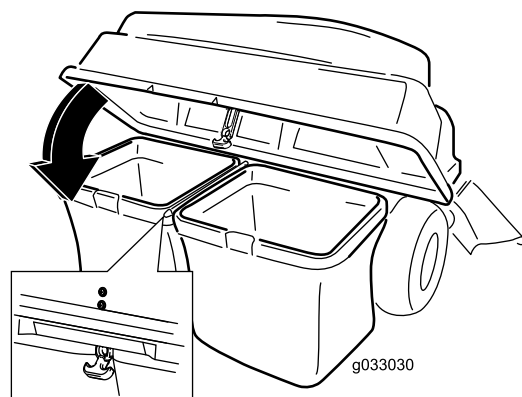

Figure 15
5. Abaissez le couvercle du système de ramassage sur les bacs (Figure 15).
6. Fixez le couvercle avec le dispositif de verrouillage (Figure 15).